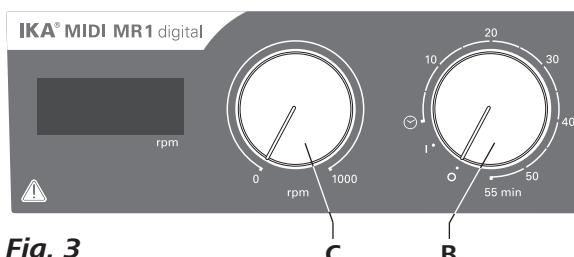

Fig. 3
- ⇒ Seadme käivitamiseks keerake pöördenuppu „**Sisse/Välja**“ ja nupp „**Taimer**“ (**B**, vt Fig. 3) päripäeva asendisse „**1**“.
- ⇒ Sisestage mootori pöörete arv reguleerimisnupuga „**Pöörete arv**“ (**C**, vt Fig. 3). Pöörete arv on seadistatav vahemikus 0 kuni 1000 rmp **MIDI MR 1 digital** i ja 0 kuni 600 rmp **MAXI MR1 digital** i jaoks.